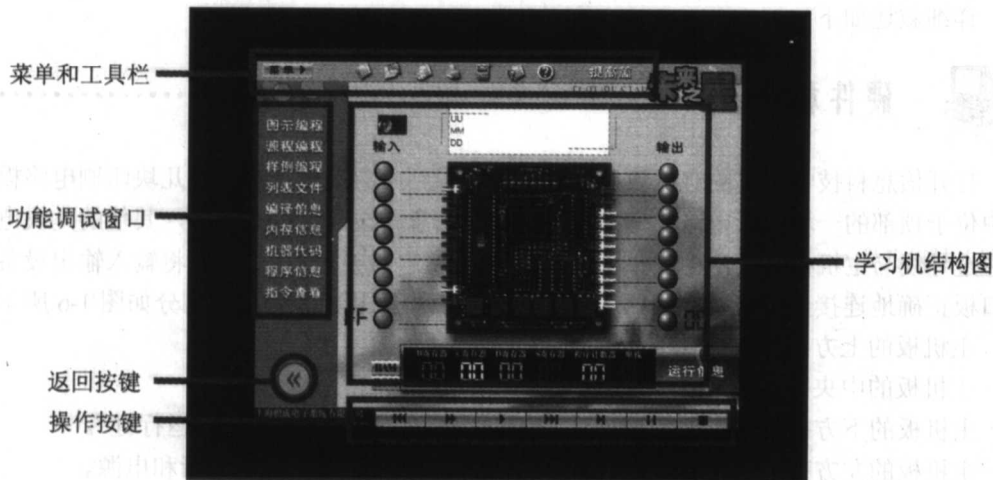

图 1-7
1. 单击“启动画面”中的“提高篇”按钮，进入到“学习画面”，如图 1-7 所示。